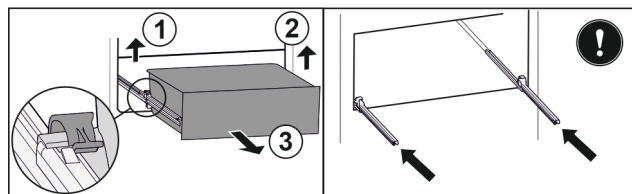

Fig. 152
- Løft venstre klemme og trekk samtidig skuffen fremover til venstre. Fig. 152 (1)
- Løft høyre klemme og trekk samtidig skuffen fremover til høyre. Fig. 152 (2)
- Ta ut skuffen framover. Fig. 152 (3)